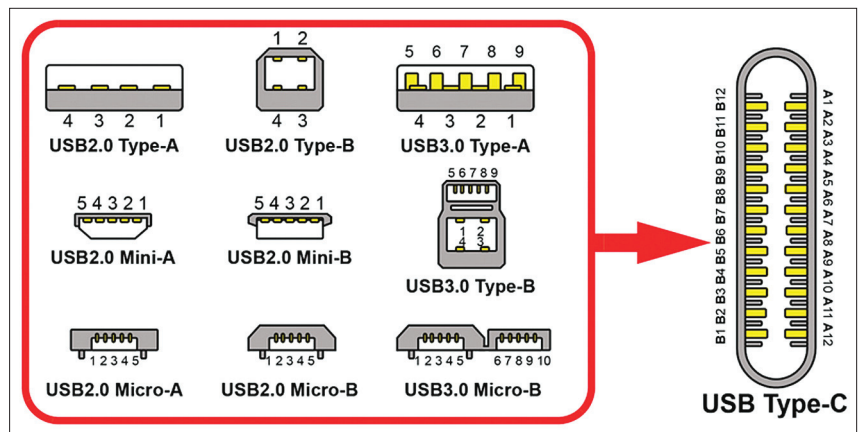

Рис. 1. Форм-факторы разъема USB-кабеля
Спецификация Power Delivery предусматривает использование новых сообщений для обнаружения устройств и перехода в режим USB4, но схемы питания остались прежними. Для обнаружения и согласования питания и передаваемых данных на одной из линий канала конфигурации (CC) интерфейса USB Type-C для хоста и устройства устанавливается однопроводная 300-кГц шина (см. рис. 1). На другую линию CC возложена функция VCONN – выделенного источника питания для электронного маркера (идентификационная схема внутри USB-кабеля). Питание между USB-портами передается по отдельному ряду проводников внутри разъема с маркировкой VBUS (см. рис. 2). При соединении двух PD-устройств они используют провод CC для обнаружения друг друга, определяют значения напряжения, мощности для каждого уровня напряжения
Вполне возможно, что устройства с устаревшими портами Type-A и Type-B были созданы до появления спецификаций Type-C (см. рис. 1). В отношении этих портов не действовали и не будут действовать требования по реализации схемы быстрой зарядки. Порт USB 2.0 по умолчанию может подавать зарядный ток 500 мА, а порт USB 3.x – 900 мА. Хорошо то, что большинство новых USB-портов поддерживают BC1.2 и обеспечивают мощность 7,5 Вт. Какой бы тип переходного кабеля ни использовался, устройство USB4 или Type-C, подключенное к устаревшему порту зарядки, не может потреблять